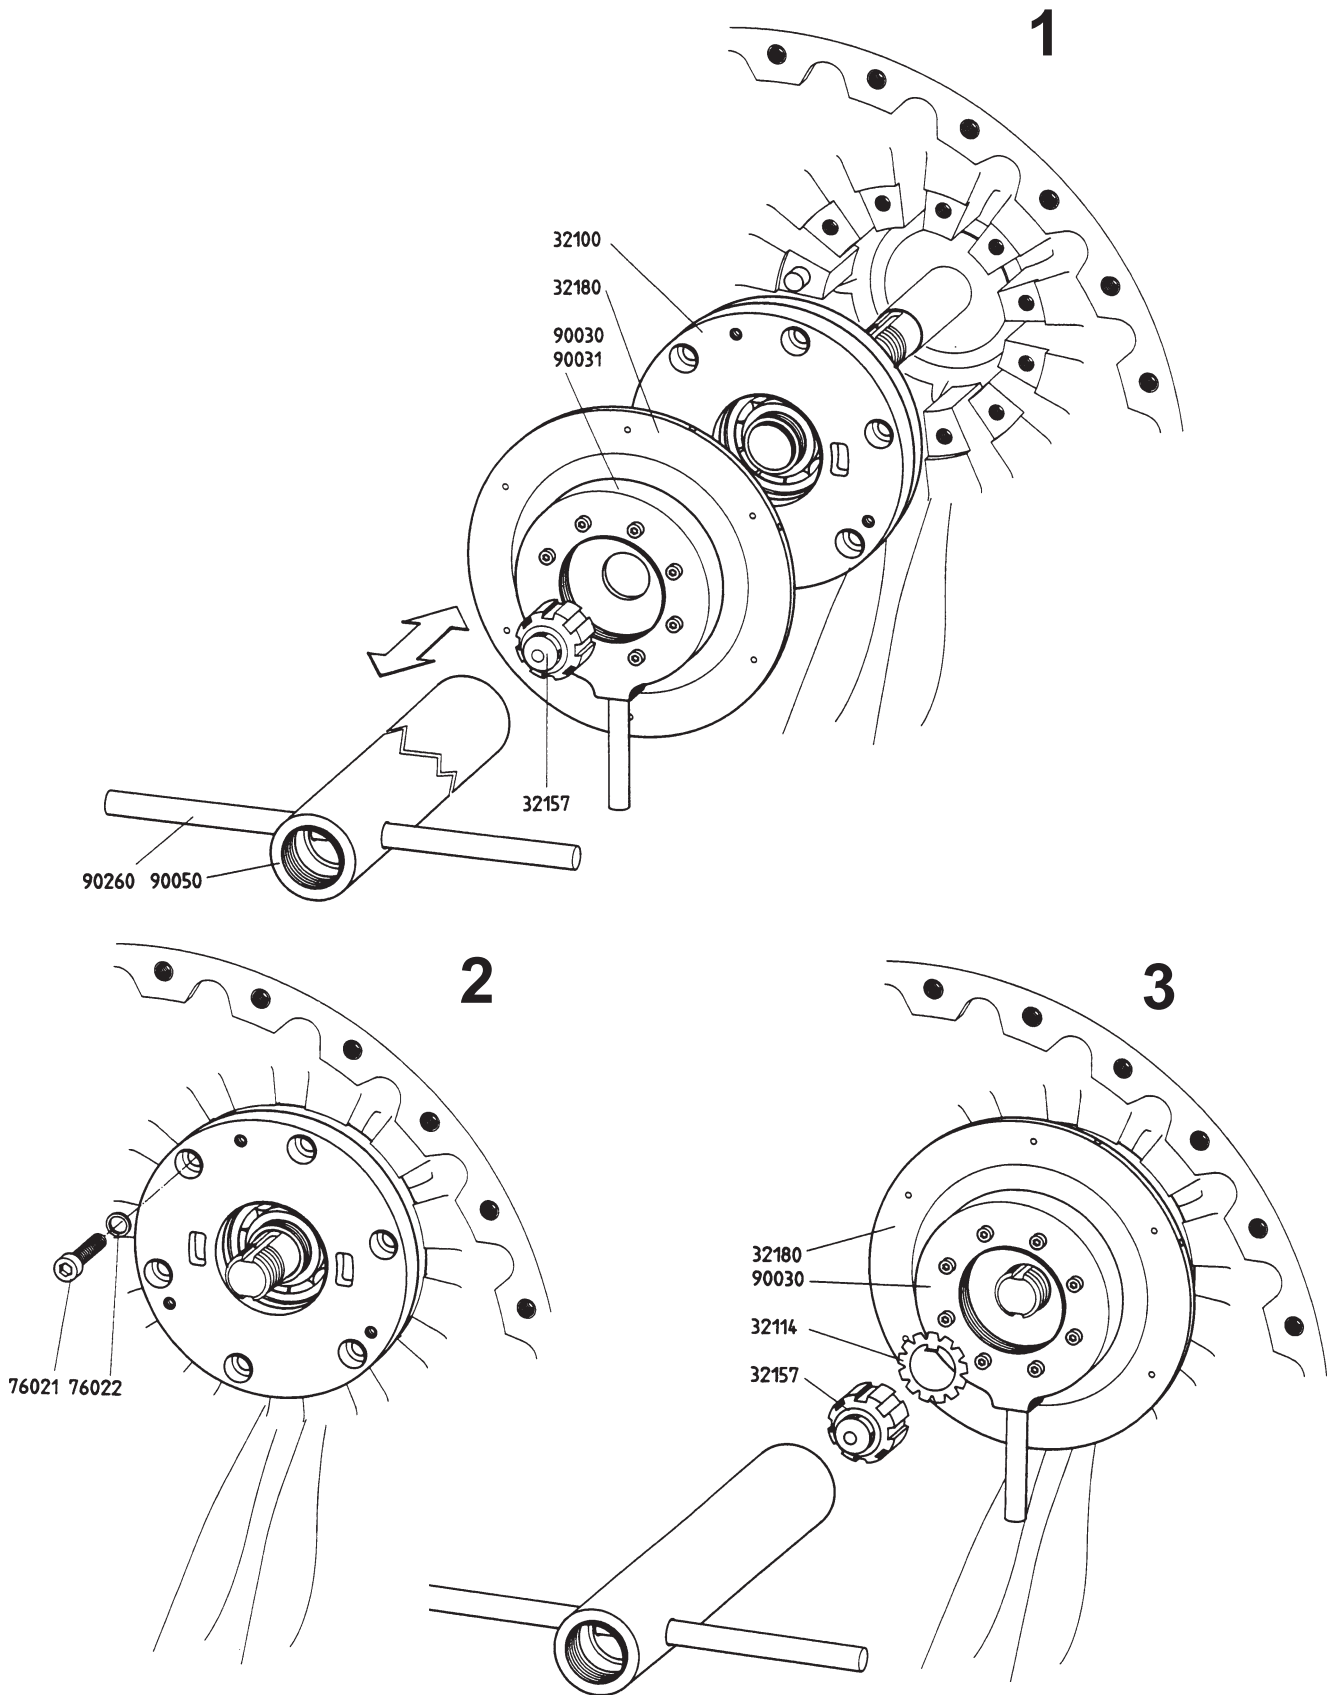

Fig. 5-10
- Lager (32100) - soweit wie möglich - von Hand einschieben (s. Fig. 5-10/1).
- Schmierrad (32180) zusammen mit Festhaltevorrückung (90030) und Hutmutter (32157) montieren. (s. Fig. 5-10/1).
- Lager (32100) mittels Hutmutter (32157) und Steckschlüssel (90050/90260) mit max. 2 Umdrehungen auf die Welle aufpressen (s. Fig. 5-10/1).